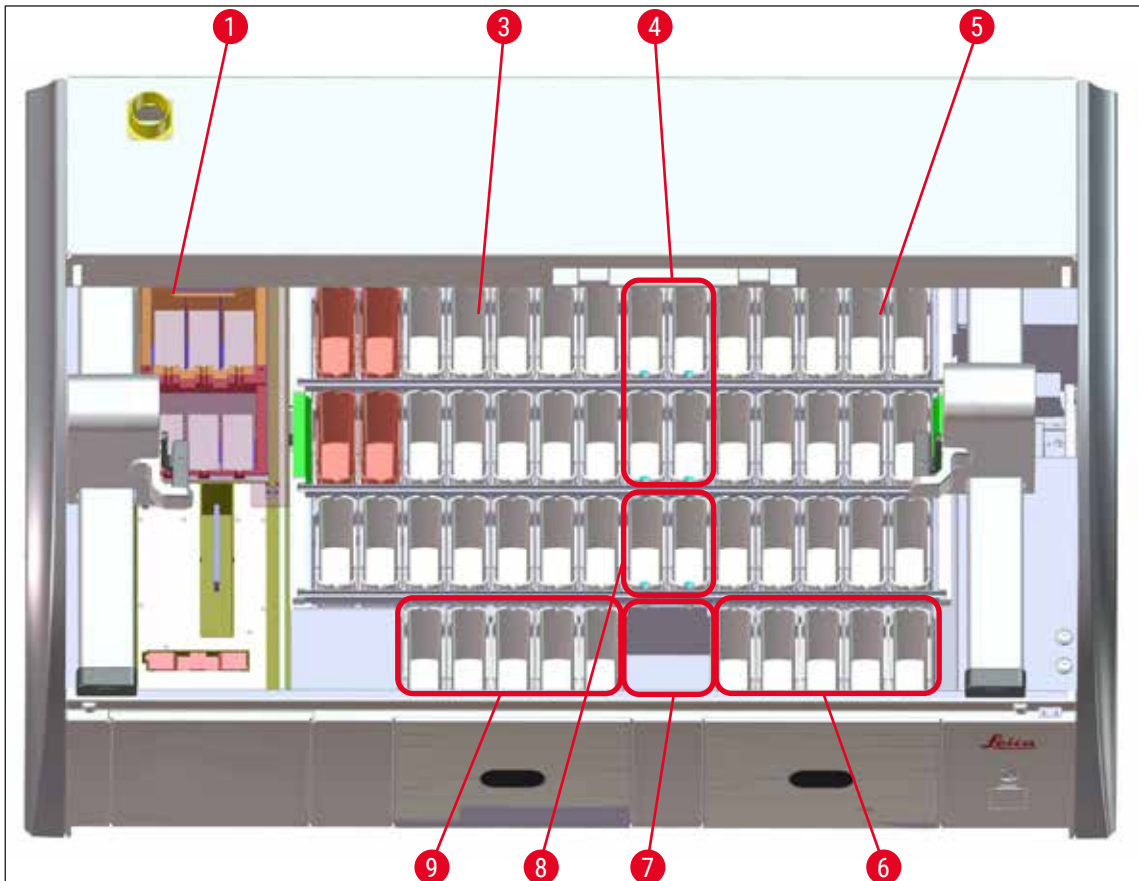

Fig. 65
- Le stazioni duplicate devono stare sullo stesso lato del campo cuvette (→ "Fig. 40") (→ "Fig. 65"), altrimenti non è possibile salvare l'adattamento del layout bagno.
- (→ "Fig. 65") offre una panoramica delle diverse stazioni presenti nel campo cuvette.